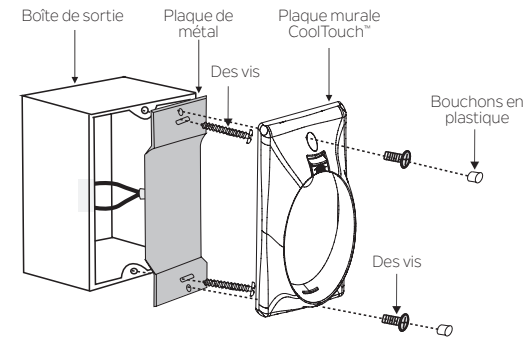

Fig. 26
Étape 2. Installez la plaque métallique et la plaque murale CoolTouch™ sur la prise murale existante à l'aide des 4 vis fournies. Placez ensuite les deux bouchons en plastique dans la plaque murale. (Fig. 26)